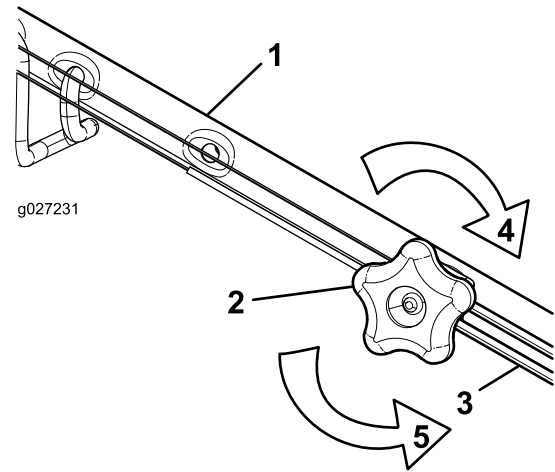

Bild 32
1. Drehen Sie das Handrad nach links, um die Zueinstellung zu lösen (Bild 32).
2. Stellen Sie die Spannung des Zugs (Bild 32) ein, indem Sie ihn zurückziehen oder nach vorne drücken und dann in dieser Stellung arretieren.